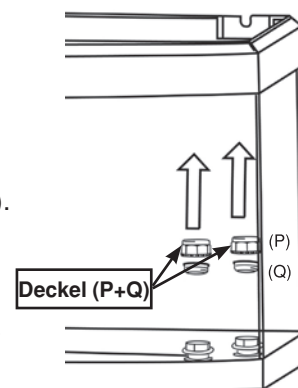

Abb. 1
1. Drehen Sie den Stecker (P) mit der Hand heraus und entfernen Sie den Stecker (Q) aus der Öffnung (O). (Abb. 1) ab und entfernen Sie sie. Wichtig: Bewahren Sie die Deckel (P) & (Q) auf.
1. Drehen Sie den Stecker (P) mit der Hand heraus und entfernen Sie den Stecker (Q) aus der Öffnung (I). (Abb. 1). Wichtig: Bewahren Sie die Deckel (P) & (Q) auf.